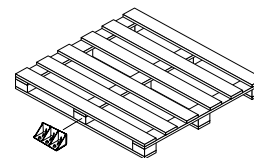

Figura 2A
- 2 Cantidad y Colocación:** Determina si la carga es de peso ligero, medio, o pesado. Para carga de peso ligero, un solo Floor Brace XL debería ser posicionado contra el bloque central de la paleta o el centro de la carga si no esta montada en paleta (Figura 2A).